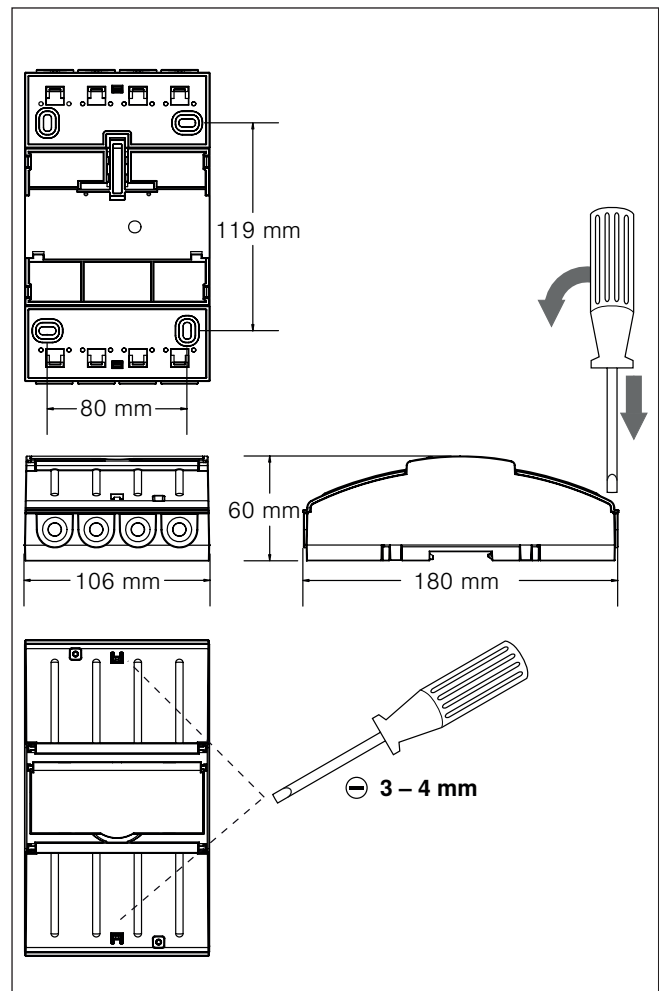
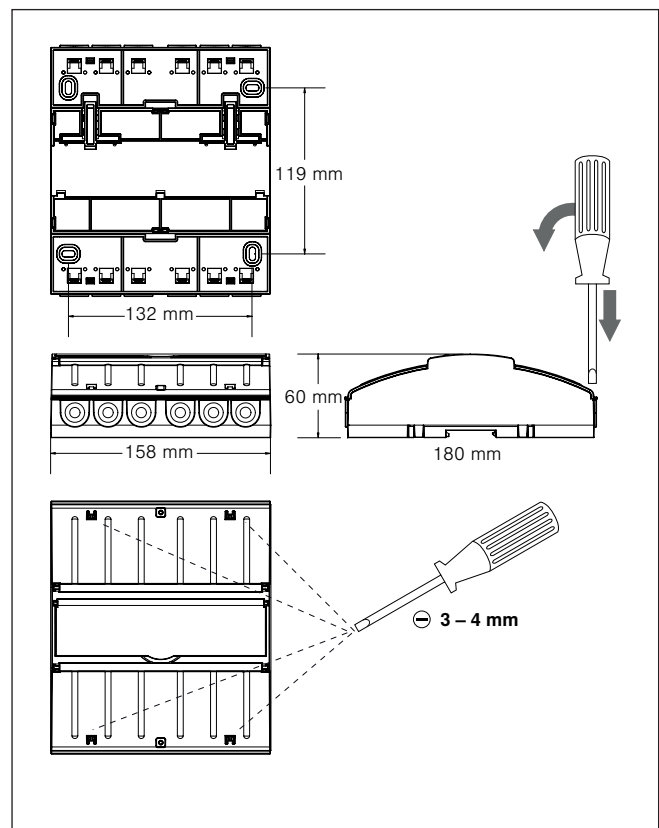
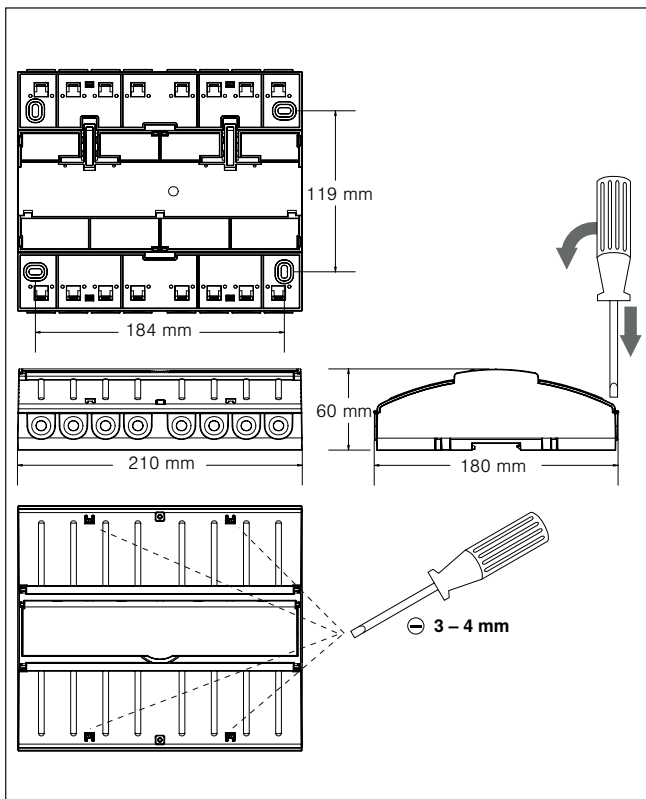

Abb. 2 AP-Gehäuse für MSE Kompakt 2
Abb. 3 AP-Gehäuse für MSE Kompakt 3 / 4
Abb. 4 AP-Gehäuse für MSE Kompakt 6
- AP: Zum Öffnen des Gehäuses drücken Sie bitte mit einem Schlitzschraubendreher (Empfehlung: Klinge 3,0 - 4,0 mm) nacheinander in die beiden Gehäuseöffnungen und hebeln Sie das Gehäuse vorsichtig auf (s. Abb. 2 ff). Alternativ kann die AP-Variante auch auf einer Hutschiene (TH 35-15 nach EN 60715: 2001) montiert werden. Verschrauben Sie den Deckel nach der Montage mit den beiliegenden Schrauben.
Abmessungen	Siehe Abb. 2, Abb. 3, Abb. 4